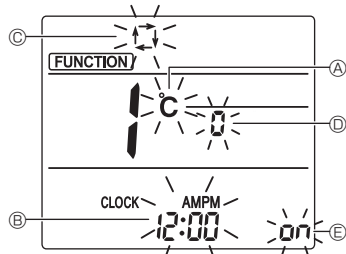

Fig. 4-11
Отобразится экран настройки индикации дисплея. (Fig. 4-11)
4.12.2. Изменение единицы температуры (Fig. 4-11 Ⓐ)
4.12.3. Изменение отображения времени (Fig. 4-11 Ⓑ)
4.12.4. Изменение АВТОМАТИЧЕСКОГО режима (Fig. 4-11 Ⓒ)
4.12.5. Изменение номера пары (Fig. 4-11 Ⓓ)